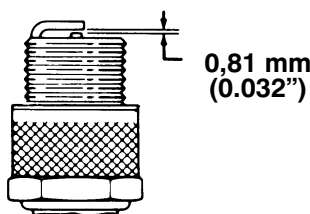

Abbildung 16
3. Den Elektrodenabstand auf 0,5 mm (0,020") einstellen (Abb. 16). Die richtig eingestellte Zündkerze und eine Dichtung anbringen. Die Kerze fest mit 19 N·m (14 ft-lb) anziehen.